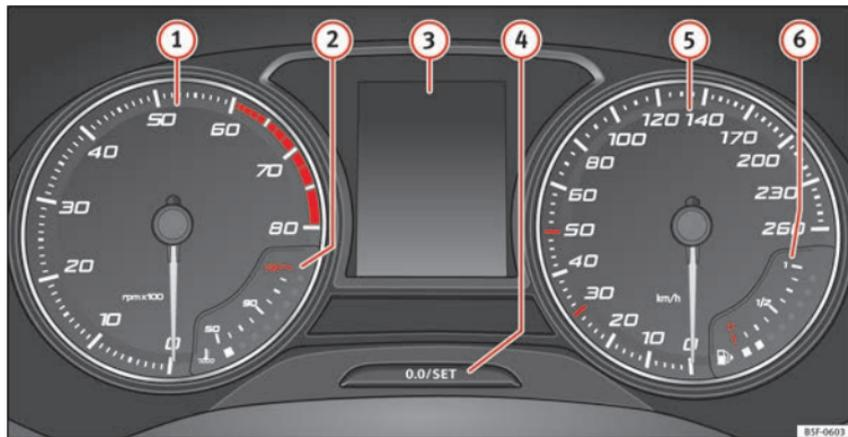

Fig. 82 Cuadro de instrumentos en el tablero de instrumentos.
»» fig. 82:
El cuentarrevoluciones muestra el régimen de revoluciones del motor por minuto **» fig. 82 ①**.
La aguja del cuentarrevoluciones **①** **» fig. 82** sólo deberá alcanzar la zona roja durante un breve período de tiempo, de lo contrario corre el peligro de sufrir daños en el motor.
Al conectar el encendido, en la pantalla del cuadro de instrumentos **» fig. 82 ③** puede visualizarse información diversa, en función del equipamiento del vehículo:
- Pulse brevemente el botón »» fig. 82 ④ para restablecer el cuentakilómetros parcial a 0.
- Mantenga pulsado el botón ④ durante unos 3 segundos y se visualizará el valor anterior.
- Para ajustar la hora, mantenga pulsado el botón »» fig. 82 ④ durante más de 3 segundos para seleccionar el indicador de horas o bien de minutos.
- Para proseguir el ajuste, pulse la parte superior o inferior del botón ④. Para que los números se sucedan con rapidez, mantenga la tecla pulsada.
- Pulse nuevamente el botón ④ para finalizar el ajuste de la hora.
Mantenga pulsado el botón » fig. 82 ④ durante más de 15 segundos para visualizar las letras distintivas del motor (MKB) del vehículo. Para ello, el encendido debe estar conectado y el motor apagado.